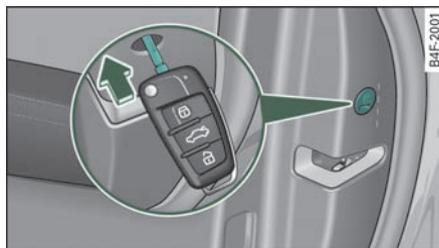

图 28 车门：应急上锁装置
- 将钥匙插入内置的槽口 => 图 28，然后将其向右（右车门）或向左（左车门）转动，直到限位位置。